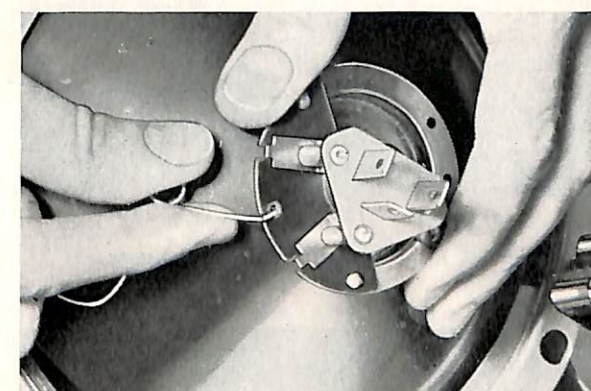

Bild 14. Demontering av lamphållare.
2. Tag bort fjädern som håller lamphållaren vid insatsen (bild 14). Skilj insats och hållare åt.